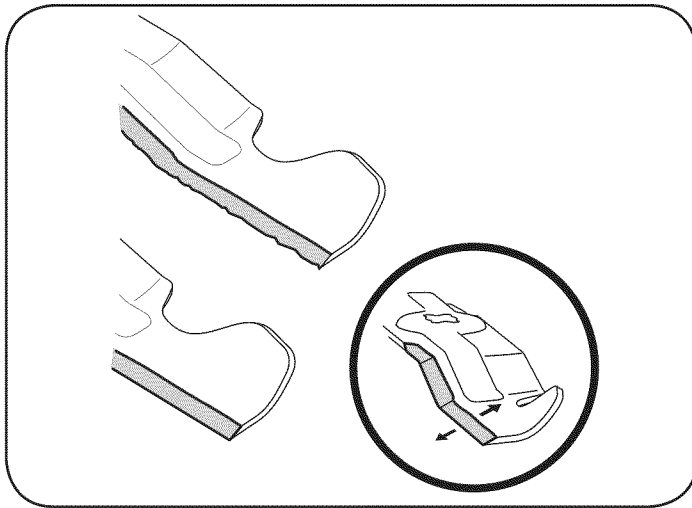

Figura 21
1. Para afilar las cuchillas de corte de forma adecuada, extraiga cantidades iguales de metal de ambos extremos de las cuchillas a lo largo de los bordes cortantes, de forma paralela al borde de caída, a un ángulo de 25° a 30°, Figura 21.